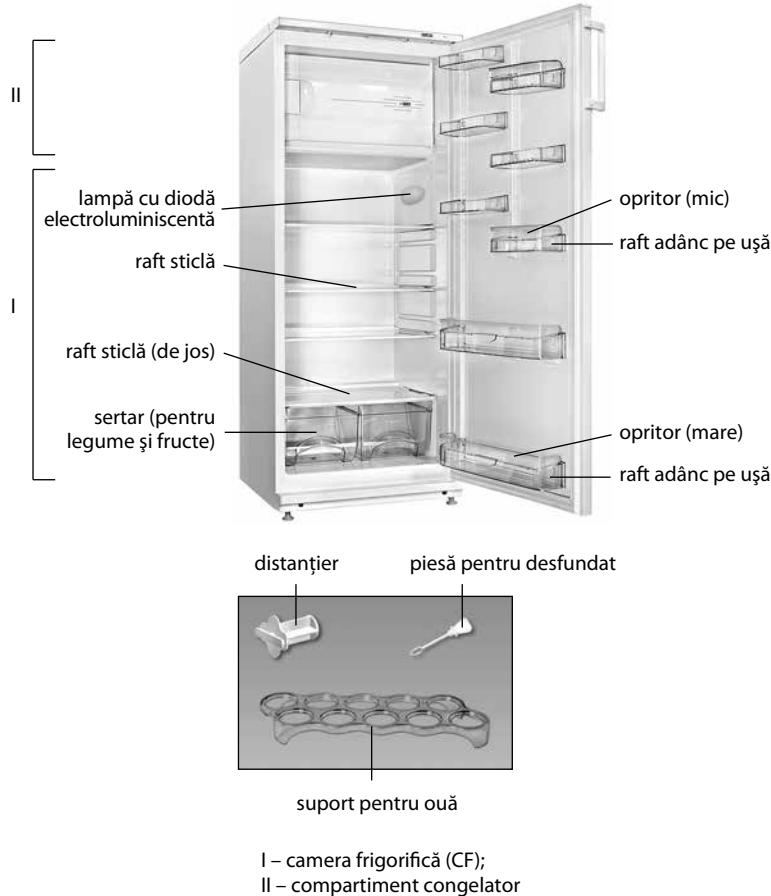

Figura 1 – Frigider și piese componente
1.1 Frigiderul este destinat pentru răcirea, conservarea pe termen scurt a produselor alimentare proaspete în camera frigorifică; pentru congelarea produselor alimentare proaspete, păstrarea pe termen lung a alimentelor congelate și prepararea gheții alimentare în compartimentul de congelare în conformitate cu figura 1.
1.3 Pentru iluminarea în frigider este folosita o lampă cu diodă electroluminiscentă, în conformitate în figura 1.